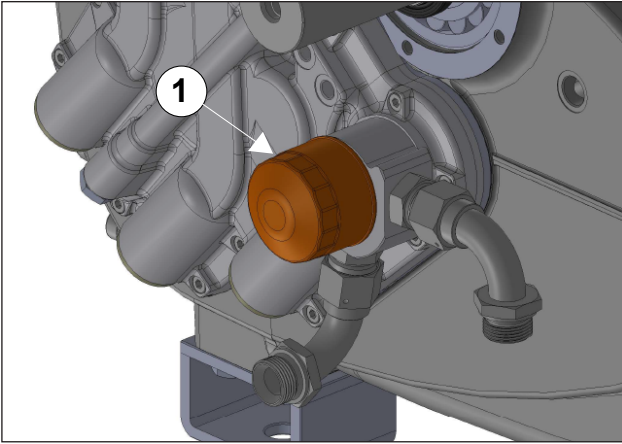

Abb. 132
Verwenden Sie LOX-EAL Dichtmasse 53-14 oder eine vergleichbare Masse zum Anfeuchten der Verschraubung (Pos. ①), des Druckschalters (Pos. ②) und des Manometers (Pos. ③) Abb. 132 und führen Sie die Montage aus.